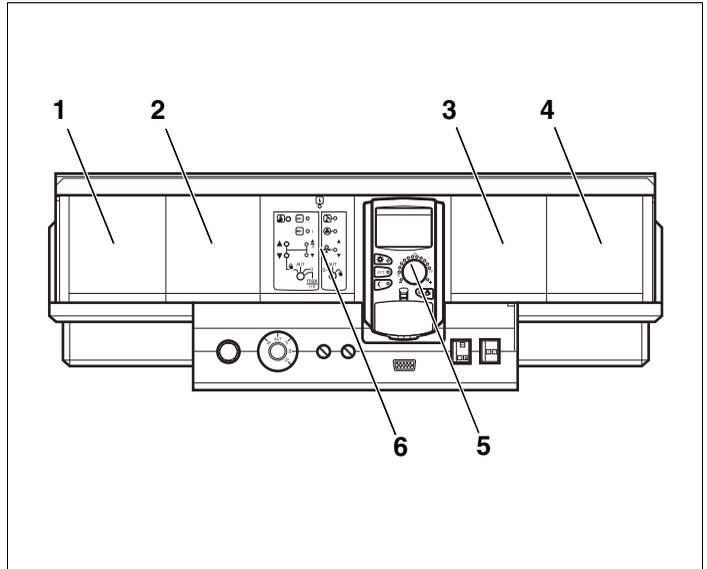

Fig. 17 Affectation des points de connexion
N'installez le module FM 446 que dans l'emplacement situé à l'extrême droite (fig. 17, **pos. 4**) de l'appareil de régulation.
Vous pouvez insérer le module FM 445, selon le nombre de modules en place, dans les points de connexion 3 ou 4 (fig. 17, **pos. 3 et 4**).
Le point de connexion A (fig. 17, **pos. 6**) est toujours occupé par l'un des modules centraux ZM 432 ou ZM 433 et le point de connexion B (fig. 17, **pos. 5**) par le module de contrôle CM 431 et l'unité de commande MEC 2.